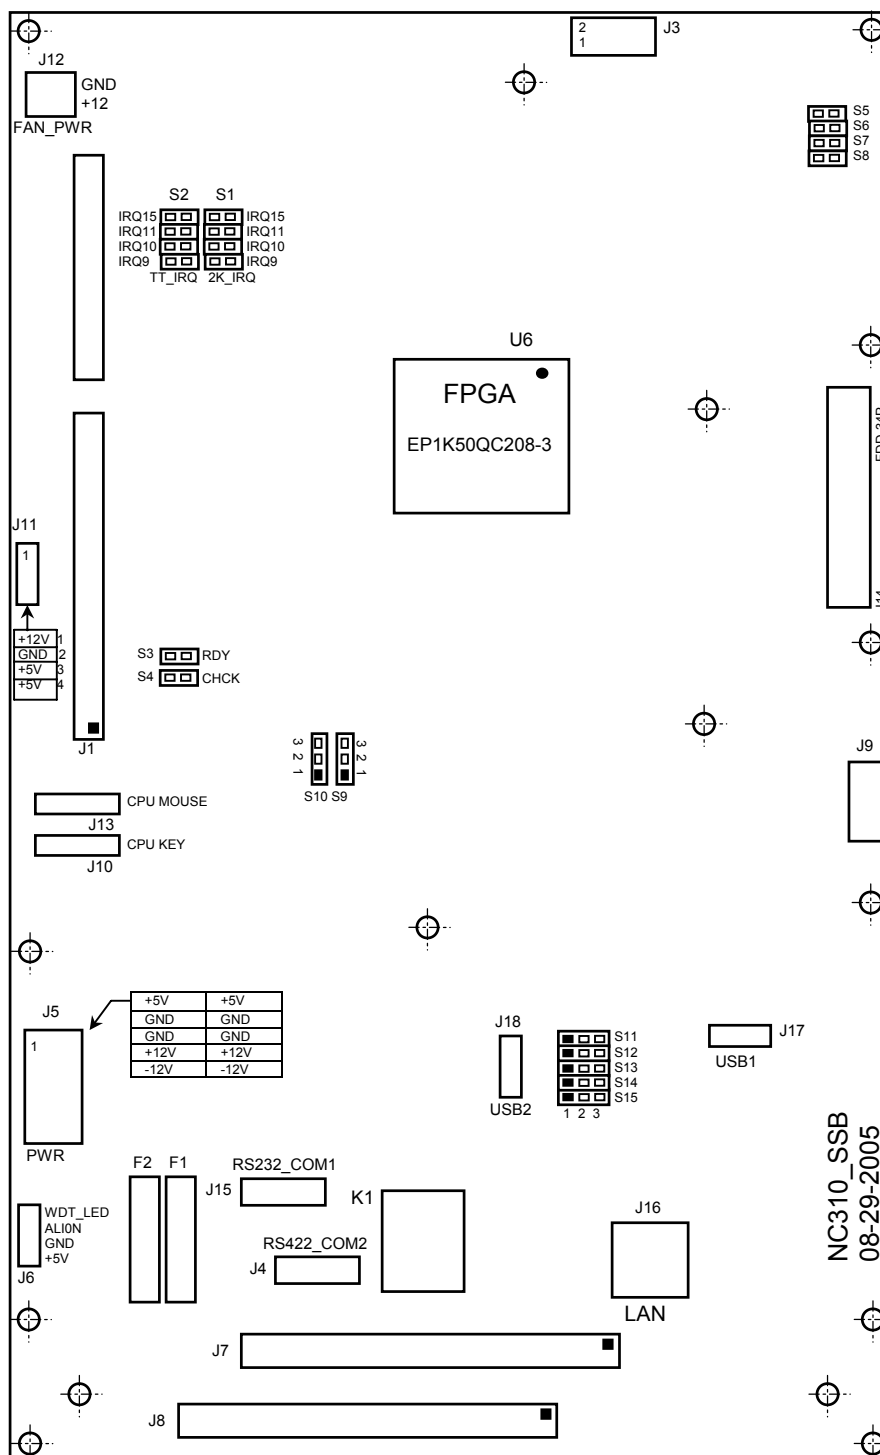

Рисунок 4.3 - Расположение разъёмов и перемычек платы контроллера SSB NC310-53
- **S9-S10** - выбор входа электронного штурвала (см. рисунок 4.3):